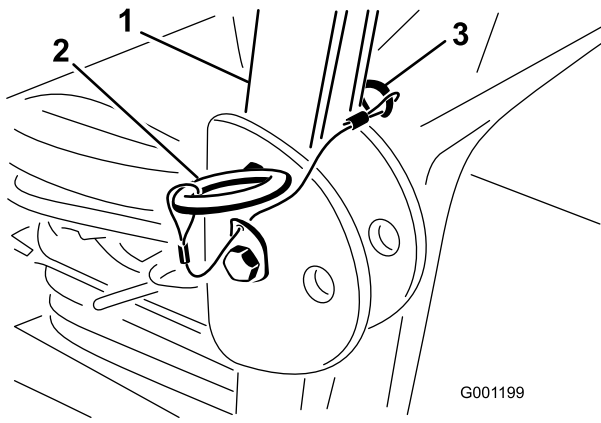

Bild 14
1. Klappen Sie den Überrollbügel hoch und entfernen Sie die Splinte und die zwei Stifte (Bild 14).